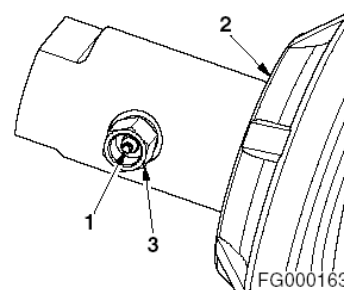

Рис. 139
6. Если на гусеницах не достаточно ослабленного участка или зазора, и они сильно натянуты, ведущее колесо и регулировочное колесо могут втянуться, выдавливая смазку через отверстие клапана (3, рис. 139), медленно ослабляя клапан (3, рис. 139).
ПРИМЕЧАНИЕ: После того как натяжение гусеницы отрегулировано путем ослабления клапана, затянуть клапан (3, рис. 139) с моментом 14 кг•м.
Не ослаблять или снимать смазочный фитинг (1, рис. 139), пока не будет полностью стравлено давление путем медленного ослабления клапана (3, рис. 139).